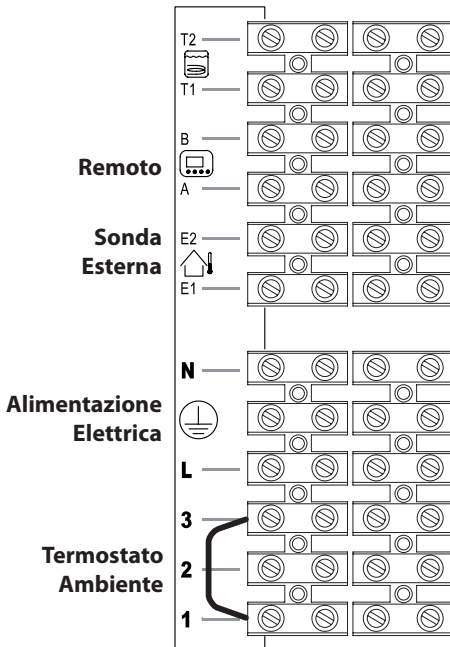
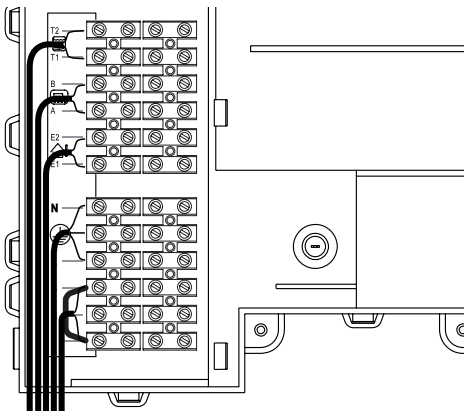

Figura 5.20
Figura 5.21
- Collegare il cavo di alimentazione elettrica proveniente dall'interruttore onnipolare alla morsettiera di alimentazione elettrica della caldaia Figura 5.20 rispettando la corrispondenza della linea (filo marrone) e del neutro (filo azzurro).
Il percorso del cavo o dei fili di alimentazione elettrica della caldaia e del termostato ambiente devono seguire il percorso indicato in Figura 5.21.
Per il collegamento di un termostato ambiente servirsi dei morsetti indicati in Figura 5.20.
Per il collegamento di valvole di zona servirsi dei morsetti termostato ambiente indicati in Figura 5.20 e Figura 5.21. I conduttori elettrici dei contatti del micro della valvola di zona vanno inseriti nei morsetti "1 e 3" della morsettiera termostato ambiente come in Figura 5.21.